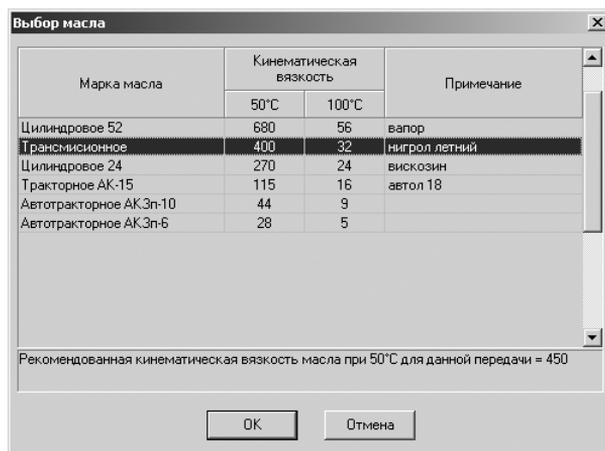

Рис. 5.56. Диалоговое окно **Выбор масла**
- в строке **4. Марка масла** для выбора марки масла щелкните по кнопке, расположенной правее поля ввода,  – **Ввод данных**. Появится диалоговое окно **Выбор масла**, изображенное на рис. 5.56;
- в строке **6. Кинематической вязкости масла при 50°C** устанавливается автоматически после выбора масла – 400 (см. рис. 5.56);
- в строке **7. Кинематической вязкости масла при 100°C** устанавливается автоматически после выбора масла – 32 (см. рис. 5.56);